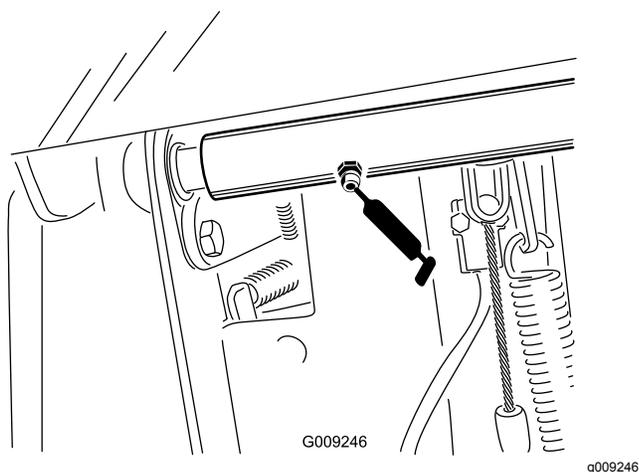

Figura 58
- Cojinetes del eje pivotante del pedal del freno (2) (Figura 58).